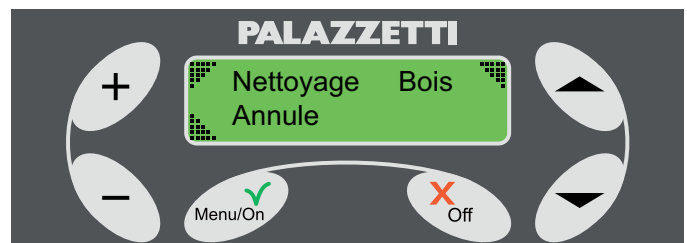

Fig. 1.3.6
☞ Il est de toute façon possible de changer immédiatement le combustible, sans attendre la phase MISE EN MARCHÉ en appuyant pendant au moins trois secondes sur la touche Off. Un menu à choix multiple s'affichera (Fig.1.3.6). En appuyant dans les 20 secondes sur la touche "" il sera possible de passer directement à l'état BOIS, autrement le poêle se remettra sur la phase de mise en marche.
- 5) En maintenant enfoncée la touche Off pendant au moins 3 secondes vous accéderez au menu de (Fig. 1.3.6) dans lequel vous pourrez choisir (en appuyant sur la touche "") l'affichage de l'état BOIS.